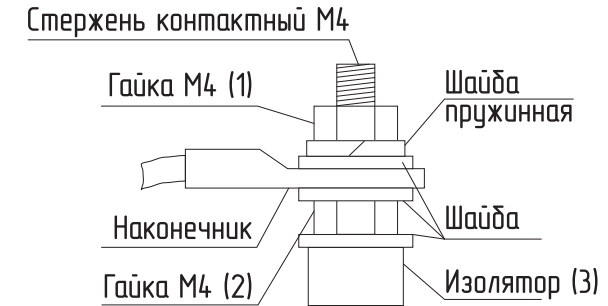

Рис.15 Присоединение проводов к выводам блок ТЭН
- При замене блок ТЭН присоединение фазных проводов к выводам блок ТЭН производить согласно **Рис.15**. Сечение кабеля указано в **Таб.1**;
- Провод нейтрали «N» подключить на перемычку блока ТЭН (**Рис.15**).